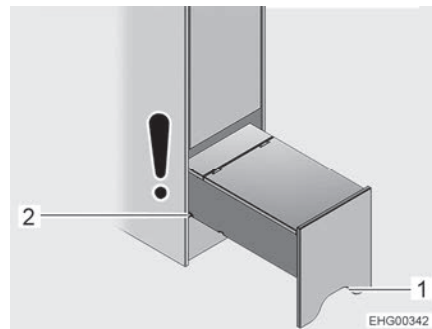

Bild 124 Aufstieghilfe (ganz herausgezogen)
- Aufstieghilfe am Ausschnitt (Bild 124,1) greifen, leicht anheben und bis zur zweiten Nut (Bild 124,2) herausziehen.